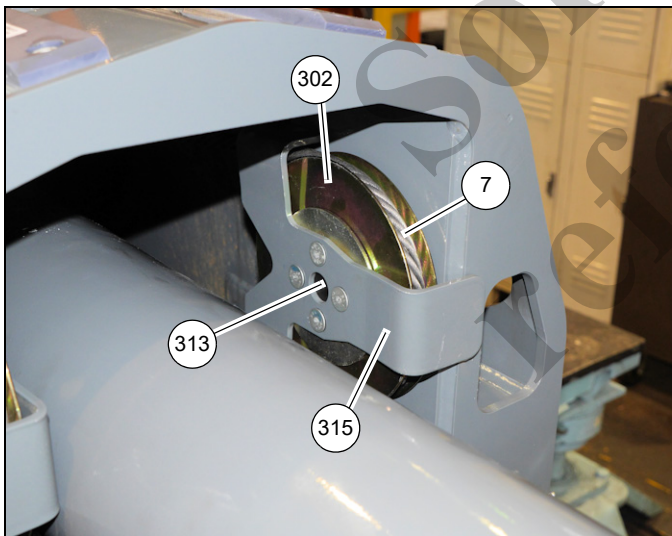
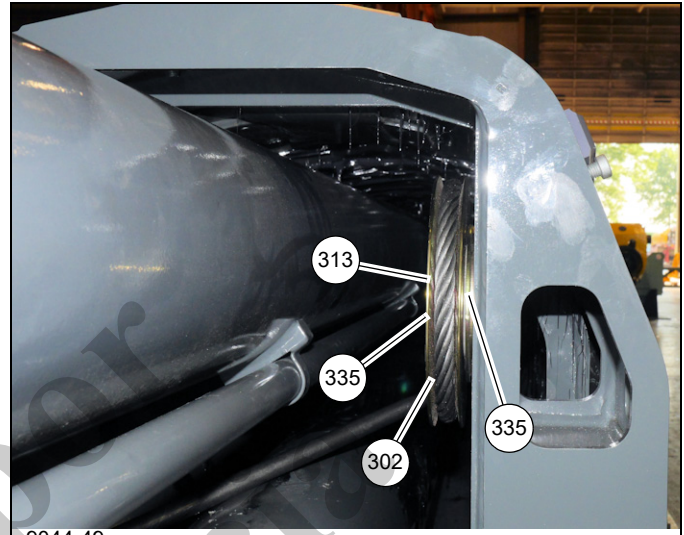

FIGURA 4-26
FIGURA 4-27
36. Retire cuatro pernos (346) que fijan la escuadra retenedora de cables (315) del lado derecho al eje de polea (313) (vea la Figura 4-26).
37. Retire la arandela (335), polea (302) y las dos arandelas (335) del eje de poleas (313) (vea la Figura 4-26 y la Figura 4-27).